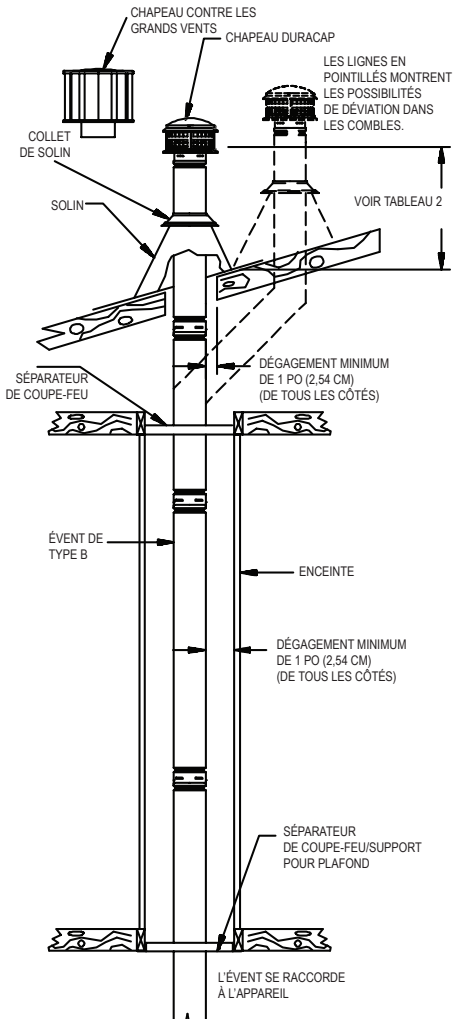

Figure 1
**3.** Les **figures 1, 2 et 3** présentent des exemples d'installations résidentielles typiques.
**9. Enceintes.** Toute partie de l'évent qui traverse une zone occupée doit être protégée, afin d'éviter tout dommage accidentel au système, ainsi que les brûlures. La **figure 1** montre un système qui passe à travers un deuxième étage occupé. DuraVent ne recommande pas l'installation du conduit d'évacuation de type B sur le mur extérieur d'un bâtiment, particulièrement dans les climats froids. Si cela s'avère nécessaire, protégez la partie extérieure du système à l'aide